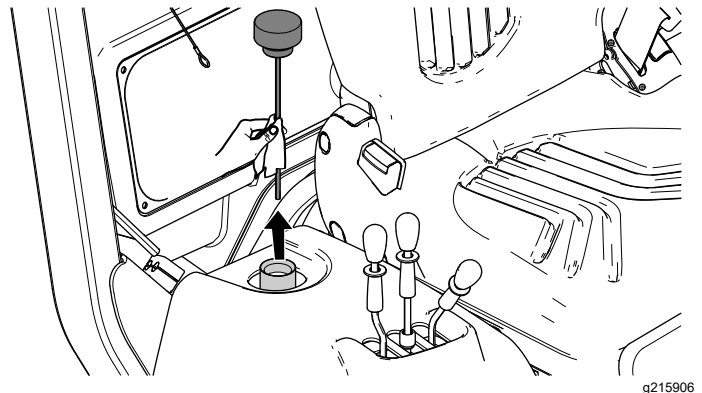

Bild 98
4. Nehmen Sie den Peilstab aus dem Hydraulikbehälter heraus und wischen Sie ihn mit einem sauberen Lappen ab (**Bild 98**).